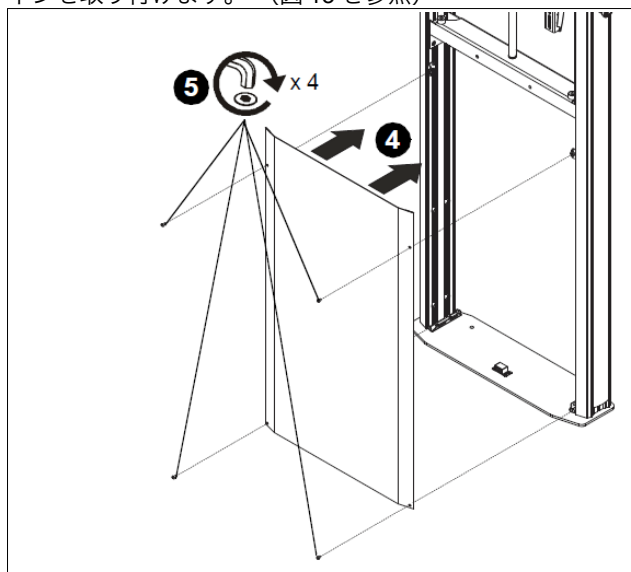

図 13
4. マグネットを使用して前面カバーをマウントに戻します。さらにセキュリティを確保する必要がある場合は、4本のネジを取り付けます。（図13を参照）